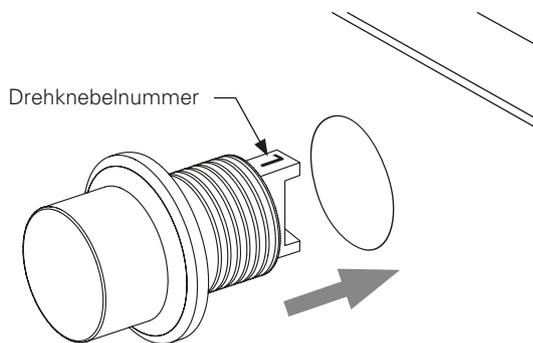
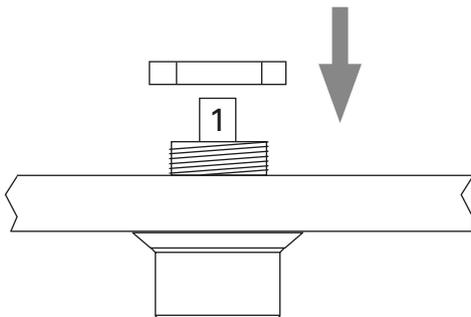

Abb. C-3 Platzieren des Drehknebels
Abb. C-4 Anbringen der Kontermutter
- ① Halten Sie bei der Platzierung der Drehknebel unbedingt die richtige Reihenfolge ein: 1 bis 2 beginnend von links nach rechts. Die Drehknebelnummer befindet sich auf der Anschlussbuchse des Drehknebels.
- ▶ Platzieren Sie die Drehknebel in der Frontblende (Abb. C-3) und schrauben Sie die Kontermutter auf das Drehknebelgewinde (Abb. C-4).